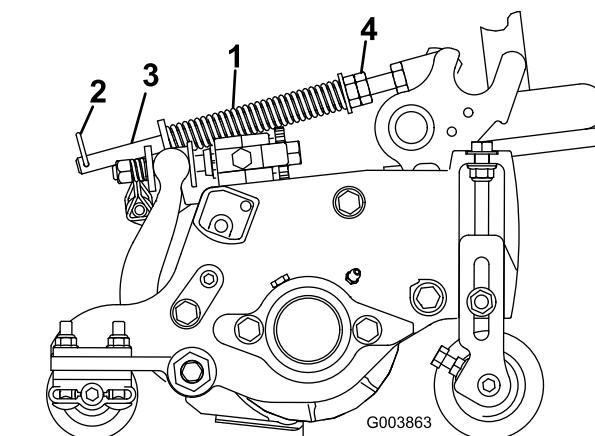

Figura 17
- Aperte as porcas sextavadas na extremidade dianteira da haste da mola até que o comprimento da mola em compressão seja de 15,9 cm (Figura 17).
Nota: Se tiver de remover a unidade de corte da máquina, mova o contrapino do gancho para o furo frontal na haste da mola (Figura 17). Certifique-se de que a parte posterior do contrapino do gancho foi movido para o furo traseiro da haste da mola depois de a unidade de corte ser re-instalada na máquina.
- Certifique-se de que o contrapino do gancho está instalado no orifício traseiro na haste da mola (Figura 17).